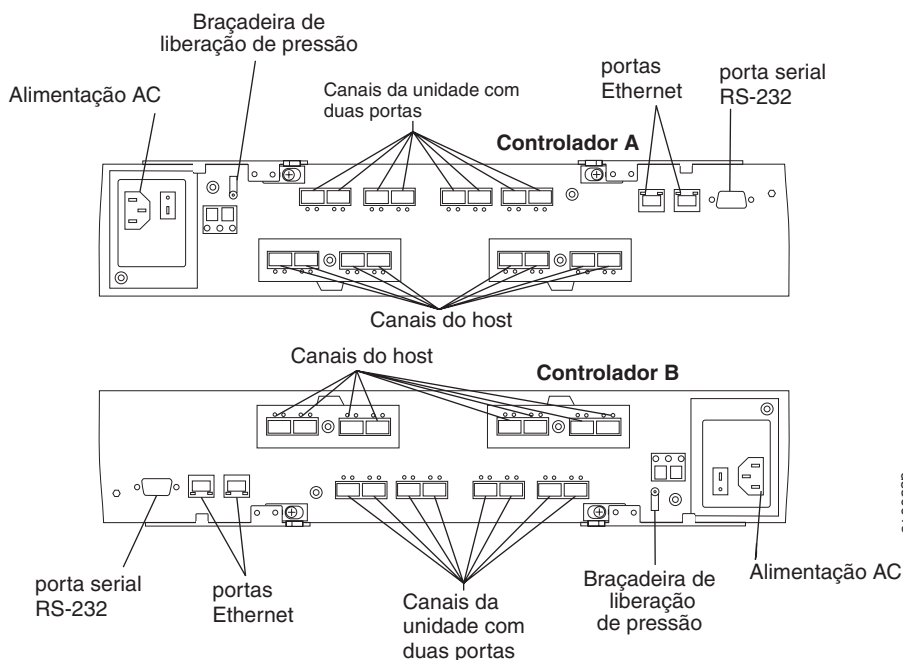

Figura 120. Conectores na parte traseira de cada controlador. Os canais de host são diferentes e dependem da Placa da Interface Host (HIXC).
9. Desconecte todos os cabos de interface conectados do controlador que você está atualizando ou substituindo, incluindo os módulos SFP. Assegure-se de rotular cada cabo para que seja possível reconectá-los corretamente ao controlador novo ou atualizado. A Figura 120 mostra o local dos conectores na parte traseira de um controlador.